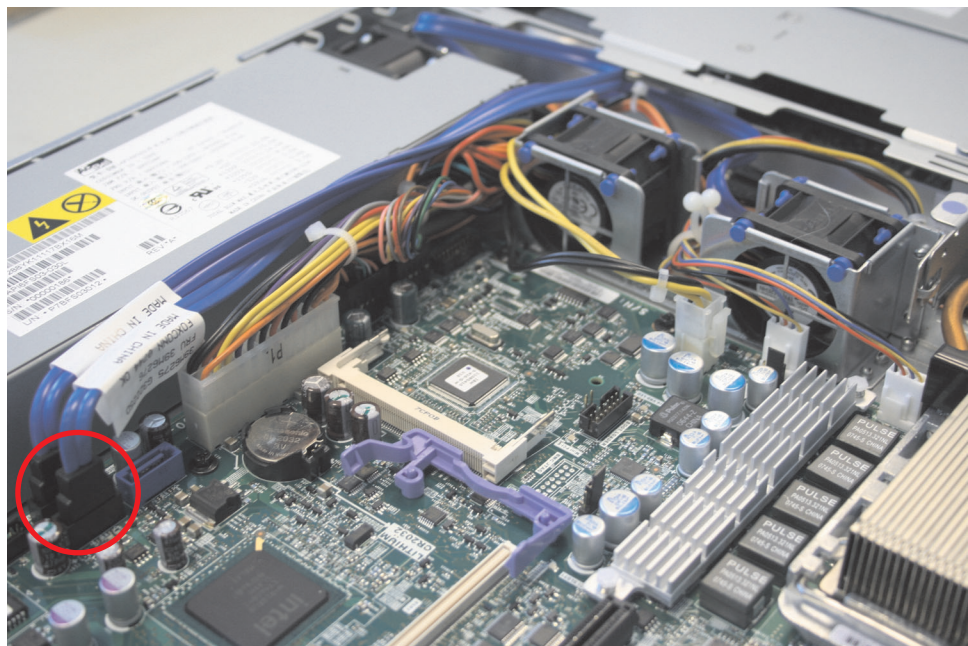

図 274. SAN ボリューム・コントローラー 2145-8A4 SATA ケーブル・コネクタ
8. 図 274 に示すように、システム・ボードのソケット SATA 0 および SATA から両方の SATA ディスク・ケーブルを切り離して取り外します。